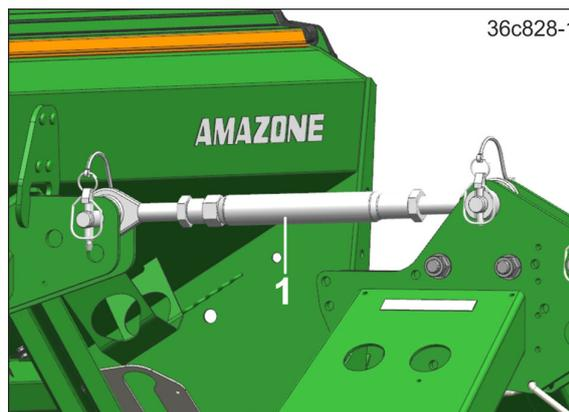

Fig. 102
11. Den Oberlenker (Fig. 102/1) entfernen.